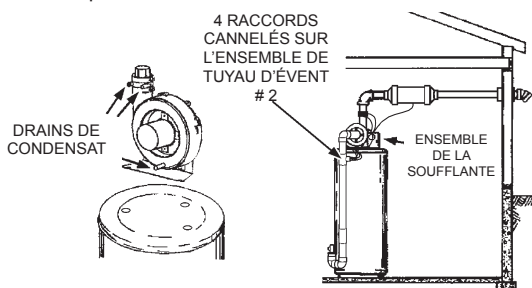

FIGURE 17.
3. L'adaptateur de décharge de la soufflante est fait de sorte à accepter seulement des sections droites de tuyau de 2 po. Pour commencer, un minimum de 2 po (5,1 cm) d'un tuyau de 2 po doit être attaché à la décharge de la soufflante, voir Figure 17.
4. Certaines installations présenteront des condensats qui se formeront dans les parcours horizontaux du système de ventilation. Ce condensat sera acheminé à la gaine de condensat attachée à la soufflante et en dehors du raccord. Le chauffe-eau est expédié avec un tuyau de condensat qui s'attache au raccord sur la gaine de condensat. Aucun autre raccord en T ou autre raccord de tuyauterie n'est requis. Voir Figure 17, 20 et 21.
Ce chauffe-eau est un appareil à condensation et nécessite une vidange installée à proximité immédiate et ce, pour permettre au condensat de se vidanger en toute sécurité. Un tuyau du boîtier de la soufflante, deux tuyaux flexibles de l'adaptateur de sortie de la soufflante, ainsi qu'un autre tuyau flexible de l'EAE si installé, vont jusqu'aux raccords cannelés de l'ensemble de tuyau #2. Le tuyau est fixé par des broches en caoutchouc et les tuyaux flexibles par une bride de serrage sur le couvercle supérieur de l'enveloppe. Voir Figure 17. Le Condensat se vide de l'appareil au niveau du raccord en T d'évacuation situé au fond de l'appareil (voir Figure 16). Le condensat qui s'écoule de ce chauffe-eau est légèrement acide. Prendre note que certains codes locaux exigent que le condensat soit traité à l'aide d'un filtre de neutralisation de pH avant son élimination.
Le condensat pourrait se former dans le système de ventilation attaché à ce chauffe-eau. Le tuyau de ventilation devrait être penché vers le bas loin de l'ensemble de la soufflante (pas moins que 1/8 po (3,2 mm) ni plus que 1/2 po (12,7 mm) par pied (30 cm) maximum). Si la tuyauterie de ventilation est ventilée à niveau ou penchée vers le haut loin de l'ensemble de la soufflante, alors des moyens adéquats pour le drainage et l'élimination du condensat devront être mis en place par l'installateur. Deux tuyaux de condensat de 3/8 po devraient être connectés aux orifices de fuite intégrés de l'adaptateur de sortie de la soufflante. Si un EAE est installé, un tuyau de condensat de 3/8 po devrait être connecté au raccord cannelé qui se trouve dessus; sinon, le raccord cannelé non utilisé sur l'ensemble de tuyau de ventilation #2 devrait être raccordé avec l'un des bouchons de rupture. Voir Figure 17.
3. Le condensat s'écoule de trois endroits sur l'ensemble de la soufflante. Voir la Figure 17. Un tuyau flexible commence à partir du bas du boîtier de la soufflante; deux autres commencent à partir des orifices du connecteur en caoutchouc au niveau de la sortie de la soufflante. Ces trois tuyaux de condensat sont connectés aux raccords cannelés sur l'ensemble de tuyau de ventilation #2. Le tuyau du bas du boîtier de la soufflante est fixé par deux brides de serrage et les deux tuyaux du connecteur en caoutchouc sont attelés par une autre bride. S'assurer qu'aucun tuyau n'est plié ou tordu.